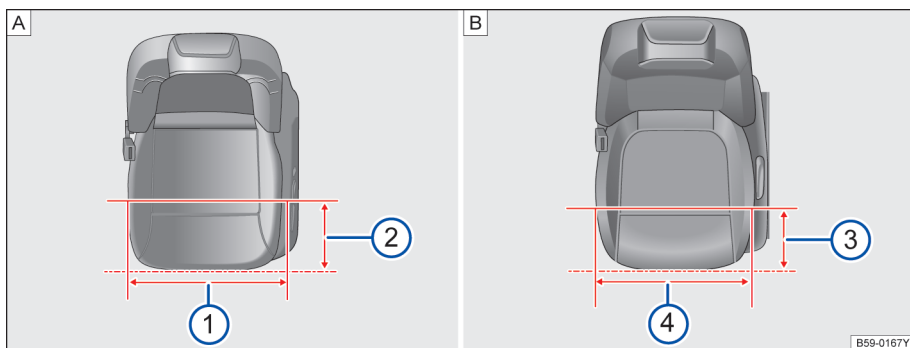

图 99 前排及第二排座椅座宽
如图→图 99[A]在距离前排座椅边缘 200mm
时→图 99[A]②，前排座椅座垫宽度为
498.5mm→图 99[A]①。
如图→图 99[B]在距离第二排座椅边缘 200mm
时→图 99[B]③，第二排座椅座垫宽度为
529mm→图 99[B]④。